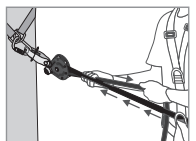
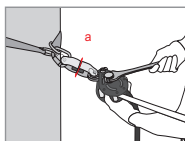

Fig. 3
Fig. 4
Zodra de veiligheidslijn is geïnstalleerd, moet de spanning vooraf worden gecontroleerd door handmatig aan het touw te trekken (aan de kant van de eindknoop – fig. 3). De kam (8) en de klemhendel (4) moeten automatisch in contact komen met het touw. Haal de klemhendel (4) naar beneden en pas door middel van een aangepaste sleutel net zolang spanning toe op de as voor de spanningsinstelling (1) tot de spanningsindicatorring (a) op de spanningsindicator (2) vrij ronddraait (fig. 4). Zodra de spanningsindicatorring vrij ronddraait DEZE NIET VERDER AANDRAAIEN! Dit komt overeen met een voorspanning op de lijn van ongeveer 1 kN. Controleer tijdens het gebruik deze spanning regelmatig (rotatie van de spanningsindicatorring) en stel deze indien nodig af zoals hierboven beschreven.
**OPGELET!** Probeer in geen geval de as voor de spanningsinstelling (1) los te draaien met de sleutel. De kam (8) biedt weerstand aan het losdraaien en aan rotaties tegen de wijzers van de klok in. Losdraaien in deze richting kan rampzalige gevolgen hebben voor de werking van het systeem en de staat van het touw.